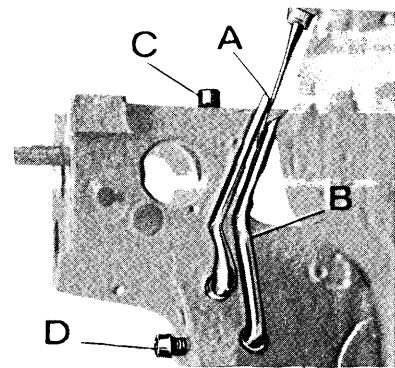

fig. 9
6. Montaggio spini asola e salva-ago (fig. 9)